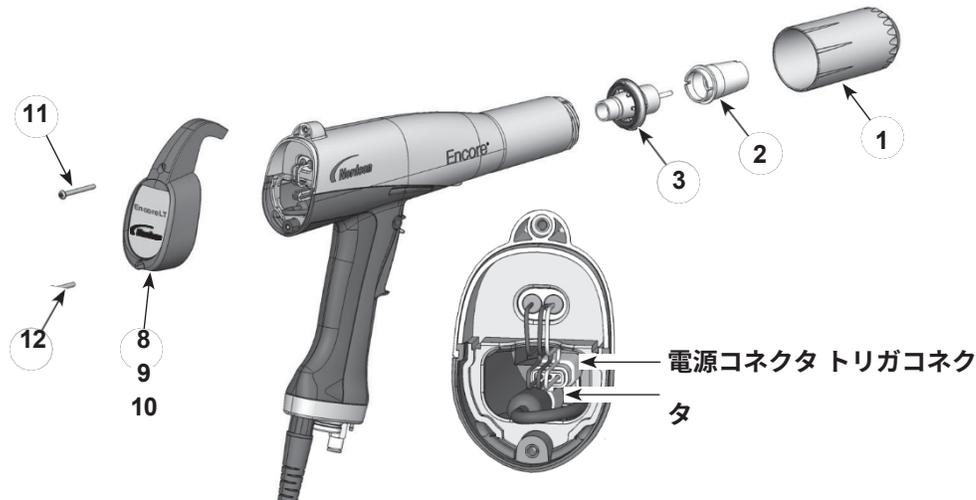

図 12 ガン 分解
1. 図12を参照してください。ノズル・ナット (1)、ノズル (2)、電極アセンブリ (3) を取り外します。
4. 図 12 を参照してください。カバー(8)、ハウジング(9)、フック(10)を図のように取り付けます。
5. 電極アセンブリ (3) をガン前面に取り付けます。ワイヤ電極が曲がっていないか、折れていないか。
2. 図 12 を参照してください。ハウジング (9) から底部ネジ (12) を取り外します。
3. ハンドルベースを固定している 2 本の M3 x 20 ネジ (12) を緩めます。
(27) をハンドルに取り付ける。
7. 図12を参照してください。一番下の M3 x 20 ネジ (12) をハウジング (9) に取り付け、締めます。